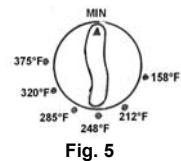

Fig. 5
- Choisir la température désirée sur le sélecteur rotatif de température. (Fig. 5)